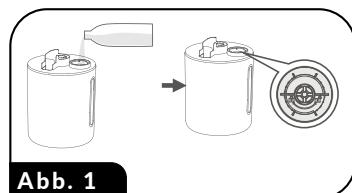

Abb. 1
- Entfernen Sie die Auslaufabdeckung (10) vom Wasserbehälter (6).
- Entfernen Sie den Wasserbehälter (6) vom Luftbefeuchtergestell (1), indem Sie den Griff (9) fassen und den Behälter dann auf den Kopf stellen. Den Wasserfüllstopfen (7) am Boden des Behälters abschrauben.
- Gießen Sie maximal 5 Liter kaltes vorzugsweise entmineralisiertes Wasser (Abb. 1), mit einer Temperatur von höchstens 40°C in den Behälter ein. Kappe (7) aufsetzen und schließen.
- Drehen Sie den Behälter um und setzen Sie ihn auf das Gestell auf (1). Nach dem Aufsetzen des Behälters müssen die beiden Striche am Gestellgehäuse mit den beiden Strichen am Behältergehäuse übereinstimmen.